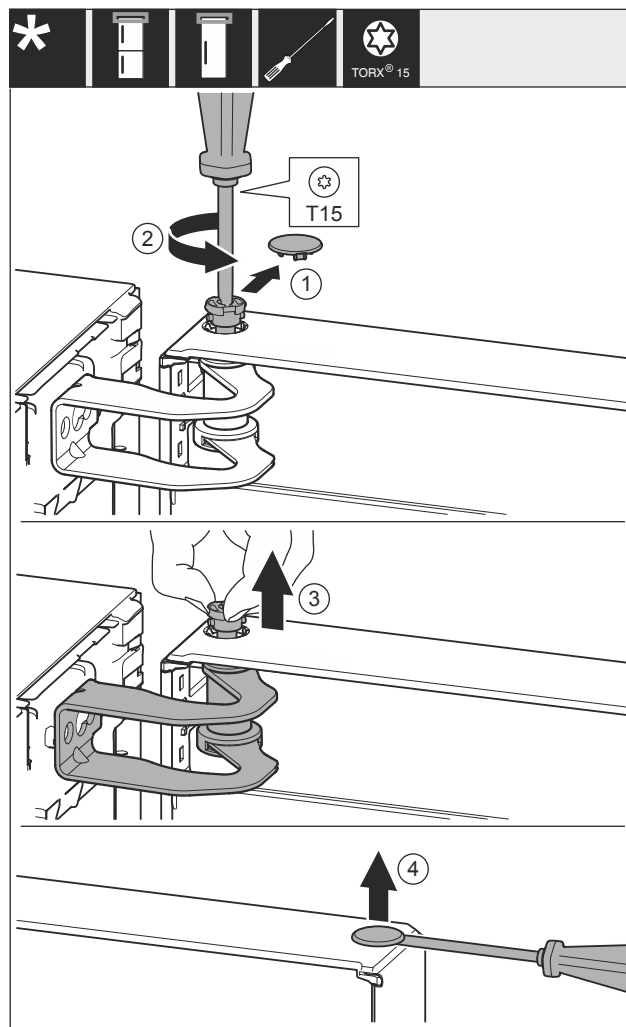

Fig. 17
- ▶ Oprezno skinite poklopac Fig. 17 (1).
- ▶ Odvijačem malo odvrnite svornjak Fig. 17 (2).
- ▶ Izvucite svornjak Fig. 17 (3) prstima.
- ▶ Odvijačem oprezno podignite poklopac Fig. 17 (4) i izvadite ga.